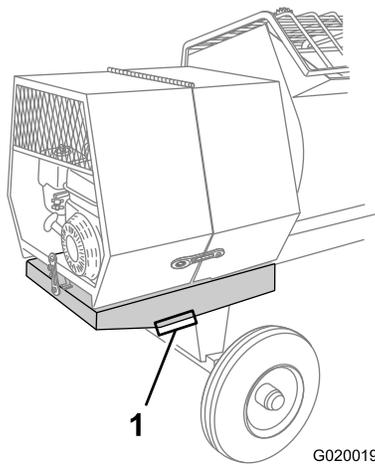

Figura 27
6. Coloque un soporte fijo en cada punto de apoyo de la extensión del bastidor trasero (Figura 27).